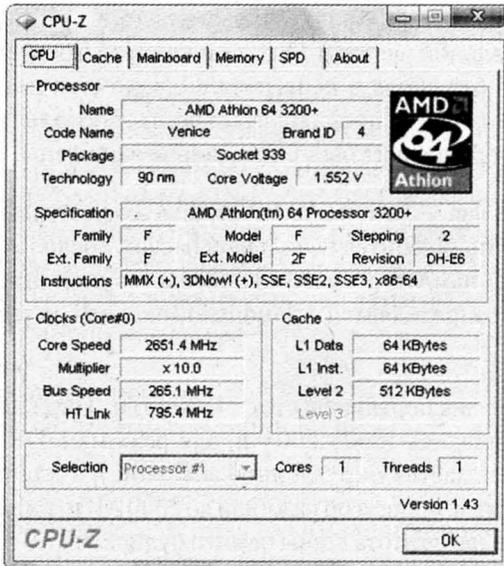

Рис. 17.9. Контроль реальной частоты работы процессора с помощью программы CPU-Z
- С помощью утилиты CPU-Z (<http://www.cpubid.com>) проверьте реальные рабочие частоты процессора и памяти, чтобы убедиться в правильности ваших действий (рис. 17.9). Обязательно контролируйте рабочие температуры и напряжения (см. гл. 13). Запустите одну-две тестовые программы и убедитесь, что нет сбоев и зависаний.